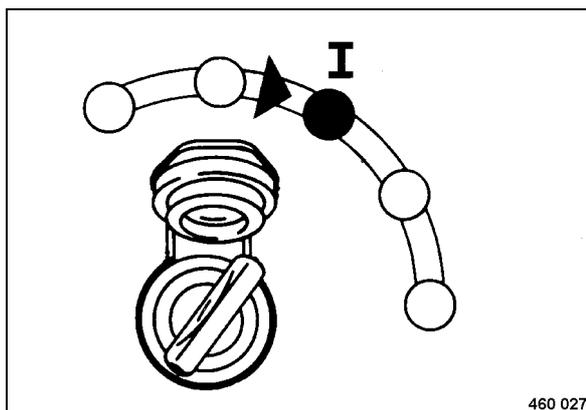

Рис. 79
- Переключить выключатель стартера в положение "I" (Рис. 79).